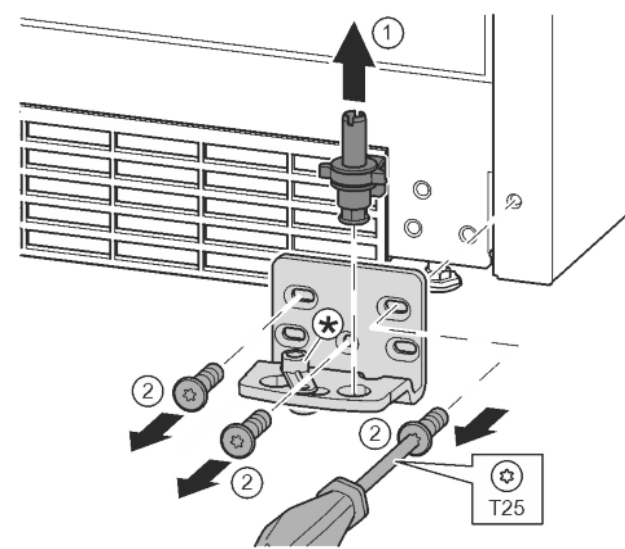

Fig. 15
- Lagerbouten compleet vanaf de bovenkant eruit trekken. Fig. 15 (1)
- Schroeven met schroevendraaier T25 eruit draaien en lagerbus eraf halen. Fig. 15 (2)